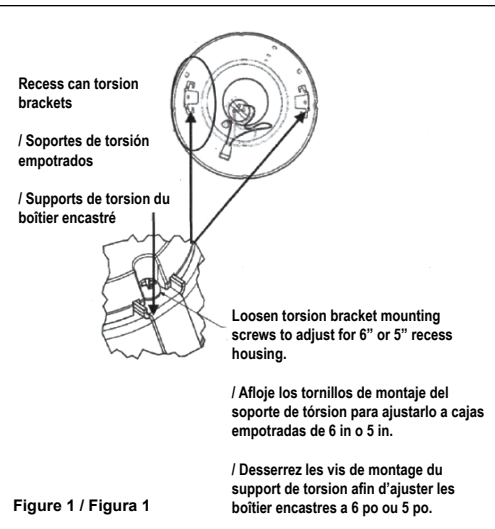

Figure 1 / Figura 1
2. Loosen (2) Torsion Bracket mounting screws on top of module (Figure 1) to adjust brackets and torsion springs to fit and align with either a 6" or 5" recess housing bracket-clips in ceiling.
2. Desserrer les vis de fixation (2) du support de torsion sur le dessus du module (Figure 1) pour régler les supports et les ressorts de torsion afin qu'ils s'adaptent et s'alignent avec les pincas de supports du boîtier encastré de 5 ou 6 po.